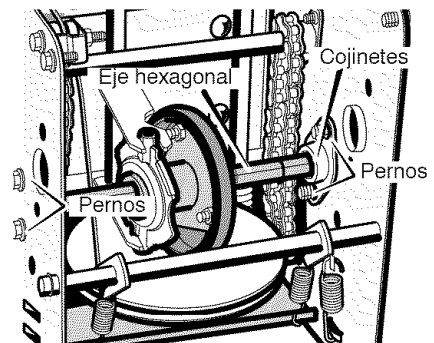

Figura 87
9. Quite los cuatro **pernos** que retienen los **cojinetes** a cada lado del **eje hexagonal** (Figura 87).